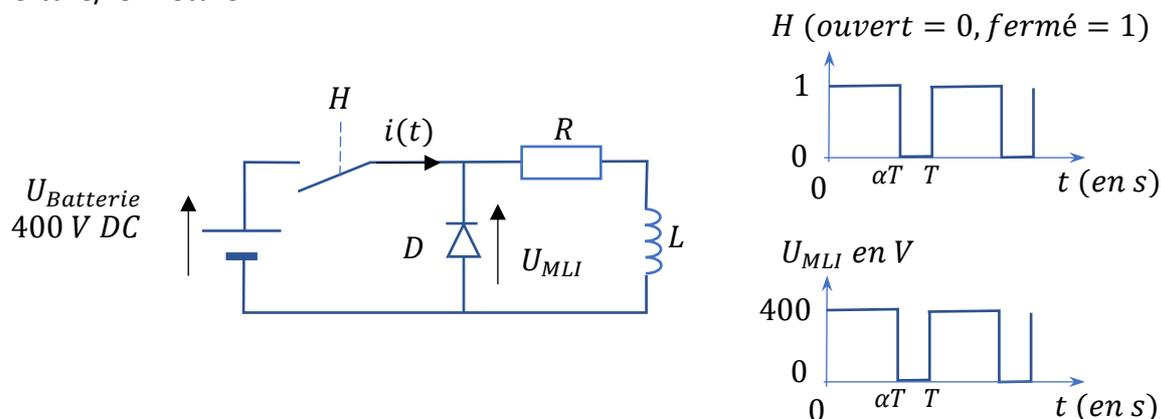

Figure 5
La **figure 5** donne un aperçu du schéma électrique de l'alimentation en courant continu du rotor bobiné de la Renault ZOE. La variation de tension, provenant de la batterie, est réalisée par une Modulation à Largeur d'Impulsion. Le composant repéré H est un interrupteur commandé à l'ouverture/fermeture.
14. Sur la figure 5, lorsque l'interrupteur H est fermé, la diode est :
15. Sur la figure 5 et pour une fréquence de commutation de 20 kHz de l'interrupteur H, la période T est égale à :